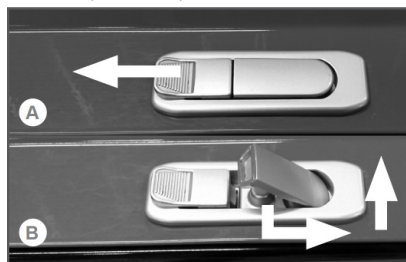

Рис. 7 Замок верхней панели
2. Поднимите верхнюю панель генератора. Для этого сдвиньте влево стопор замка верхней панели (Рис. 7А), затем поверните ручку замка против часовой стрелки и поднимите верхнюю панель генератора за ручку замка вверх (Рис. 7В).